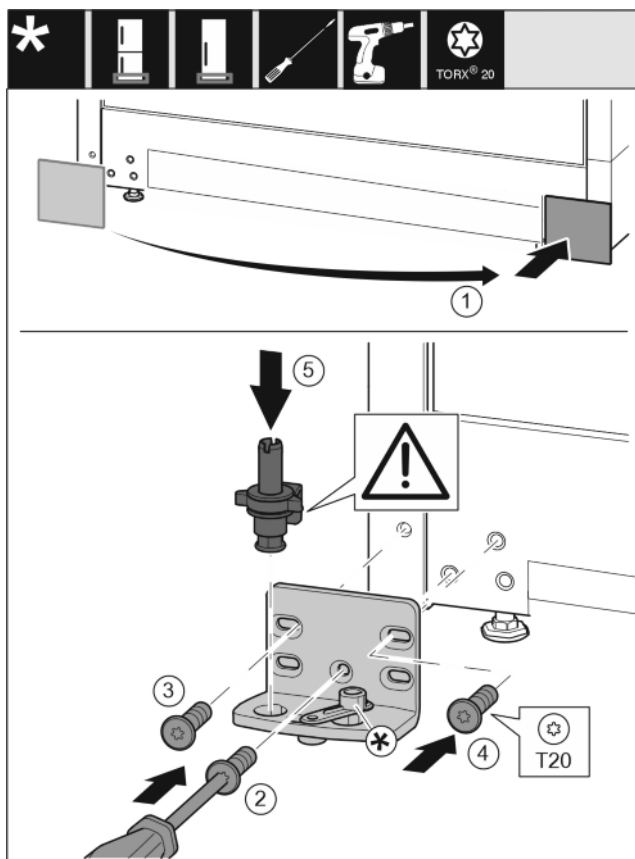

Fig. 15
- Odoberte kryt a pripevnite ho na druhú stranu. Fig. 15 (1)
- Ložiskovú konzolu nasadíte na druhú stranu a priskrutkujte ju pomocou skrutkovača T20. Začnite skrutkou 2 dole v strede. Fig. 15 (2)
- Pevne zaskrutkujte skrutku 3 a 4. Fig. 15 (3,4)
- Ložiskový čap úplne nasadíte. Dbajte pritom na to, aby zaistovací doraz ukazoval smerom dozadu. Fig. 15 (5)